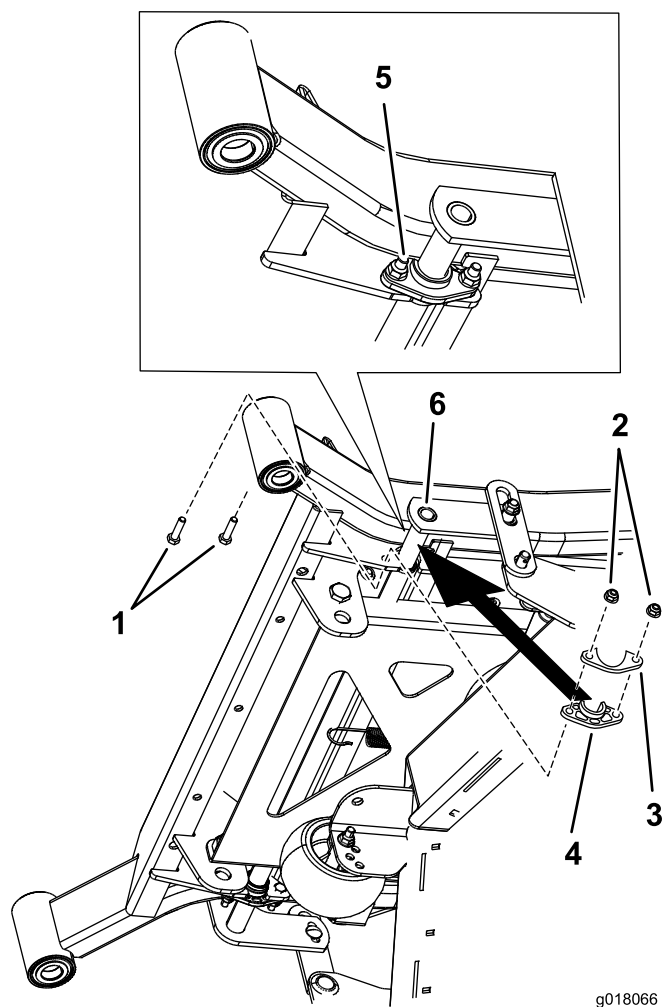

Figura 3
1. Retire las dos tuercas y los pernos de los casquillos con brida existentes (Figura 3).
6. Sujete los casquillos con brida y los refuerzos metálicos al bastidor con los pernos y tuercas que retiró anteriormente (Figura 3).